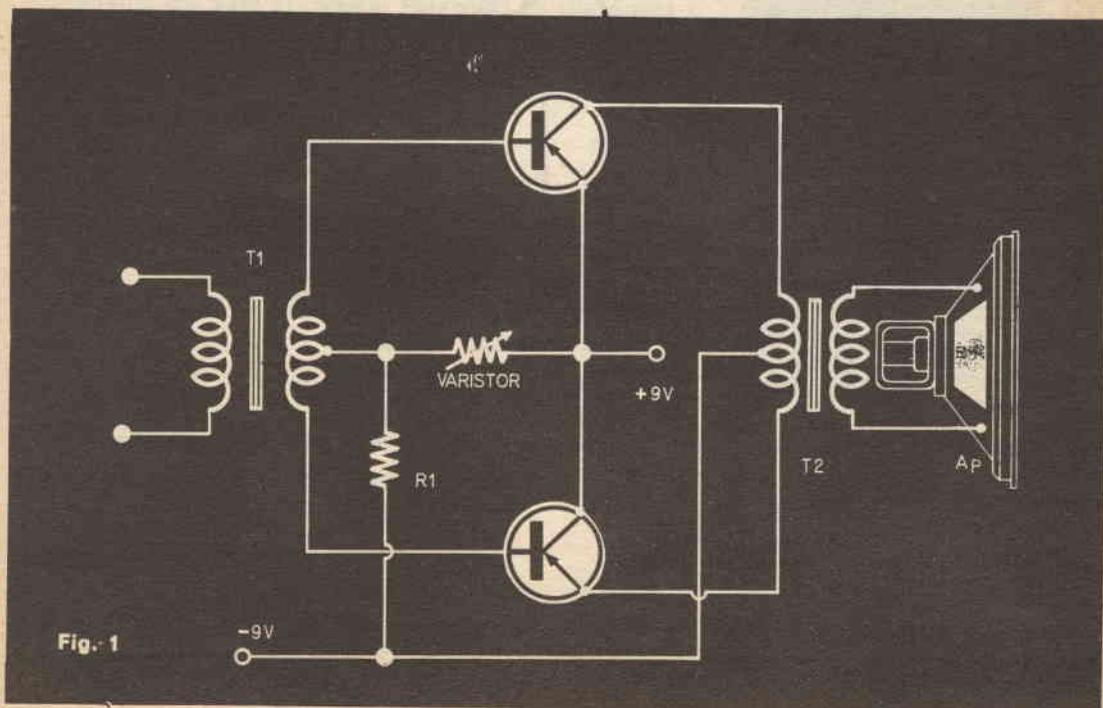

Fig. 1
Fig. 1: Ecco i principali circuiti che differenziano un televisore a colori da uno in bianco e nero: il resto dell'apparecchio è quasi identico ad uno monocolore.
**G**li amplificatori che con pochi transistori riescono ad erogare una notevole potenza sono sempre stati i grandi favoriti degli amatori, come, ad esempio, il circuito che appare alla fig 1, vero « classico delle realizzazioni dilettantistiche, a suo tempo descritto da quasi tutte le riviste tecniche e senz'altro conosciuto dai nostri lettori.
SCHEMA ORIGINALE (FIG. 1)